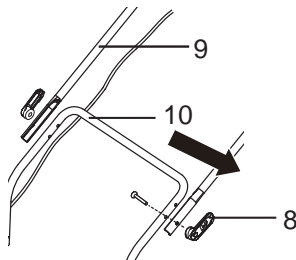
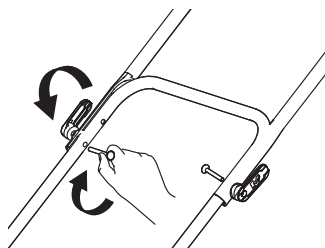

Fig.4
Fig.5
- > Rattachez la barre de liaison [9] à la poignée du bas [10] avec les boulons [12] et les boutons de verrouillage [8] (Fig.4). Insérez les boulons dans les trous, serrez les boutons dans le sens des aiguilles d'une montre (Fig.5).